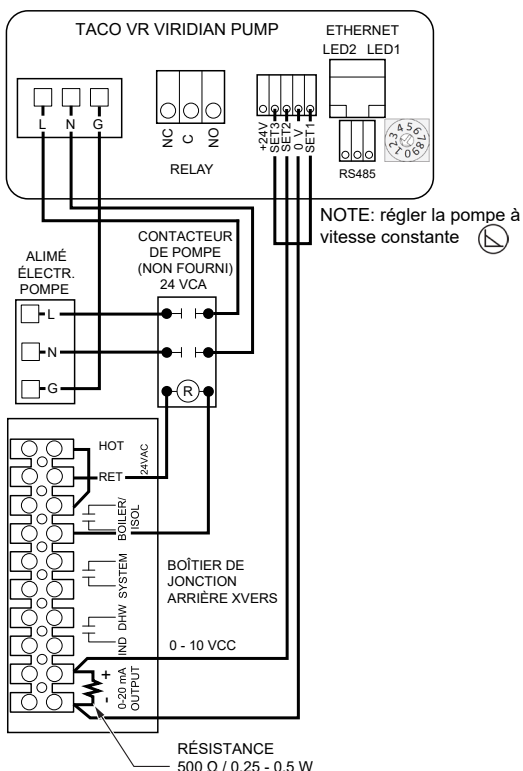

Figure 38. Schéma de câblage de la pompe à vitesse variable
Les chaudières XVersL sont équipées d'une sortie analogique qui produit un signal proportionnel au taux de chauffe de la chaudière. Il s'agit d'un signal 0-20 mA destiné à être utilisé pour une pompe externe à vitesse variable, dans un système à boucles primaire/secondaire. Voir Figure 38.
1. Raccordez le câblage de communication entre la pompe de boucle secondaire et le bornier de la boîte de jonction de la chaudière principale. Ces bornes sont des contacts secs pouvant uniquement alimenter des charges inductives (5 A max.). Voir **Figure 38** pour plus de détails.